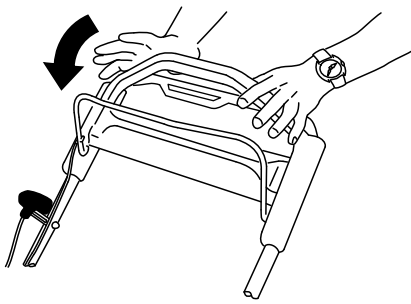

Figura 19
Suelte la barra de control de las cuchillas (**Figura 19**).
- Si el tapón de descarga trasero no está instalado, sujételo por el asa, eleve la puerta trasera e introdúzcalo en el conducto de descarga trasera hasta que el enganche encaje en su sitio; consulte Figura 19.